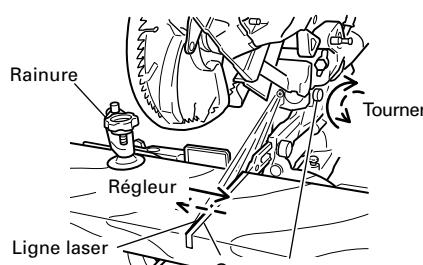
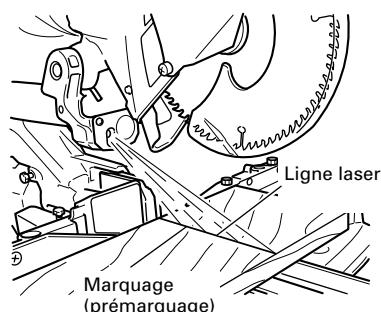

Fig. 20
Fig. 21
(1) Allumer le marqueur laser et marquer une rainure de 3/16" (5mm) environ de profondeur sur la pièce qui a une hauteur de 25/32" (20mm) et une largeur de 5-29/32" (150mm). Maintenir la pièce rainurée dans un étai telle qu'elle est et ne pas la déplacer. Pour réaliser la rainure, se reporter à "11. Procédures de coupe d'encoche", page 51.
(2) Cela fait, tourner le régleur et décaler la ligne laser. (Quand on tourne le régleur dans le sens des aiguilles d'une montre, la ligne laser se décale vers la droite et quand on tourne le régleur dans le sens contraire des aiguilles d'une montre, la ligne laser se décale vers la gauche.) Si on travaille avec la ligne tracée à l'encre sur le côté gauche de la lame de scie, il faut aligner la ligne laser avec le côté gauche de la rainure. (Fig. 20) Si on travaille avec la ligne tracée à l'encre sur le côté droit de la lame de scie, il faut aligner la ligne laser avec le côté gauche de la rainure.
(3) Après avoir réglé la position de la ligne laser, tracer à l'encre une ligne à angle droit sur la pièce et aligner la ligne tracée à l'encre et la ligne laser. Pour aligner la ligne tracée à l'encre, faire glisser la pièce petit à petit et la maintenir dans un étai à l'endroit où la ligne laser chevauche la ligne tracée à l'encre. Effectuer un autre rainurage et vérifier la position de la ligne laser. Pour changer la position de la ligne laser, effectuer à nouveau les réglages prévus aux opérations (1) à (3).
- REMARQUE:** Vérifier et s'assurer périodiquement que la position de la ligne laser est convenable. Pour effectuer la vérification, tracer à l'encre une ligne perpendiculaire sur la pièce de 25/32" (20mm) de hauteur et de 5-29/32" (150mm) de largeur et s'assurer que la ligne laser est alignée sur la ligne tracée à l'encre. [L'écart entre la ligne tracée à l'encre et la ligne laser doit être inférieure à l'épaisseur de la ligne tracée à l'encre (0,5mm)]. (Fig. 21)